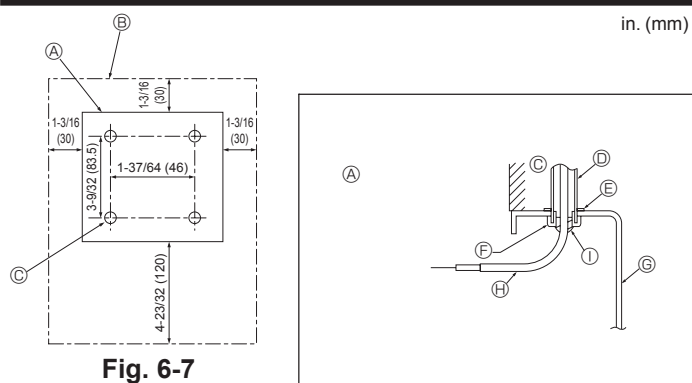

Fig. 6-7
(1) Sélectionner l'endroit d'installation de la télécommande. (Fig. 6-7)